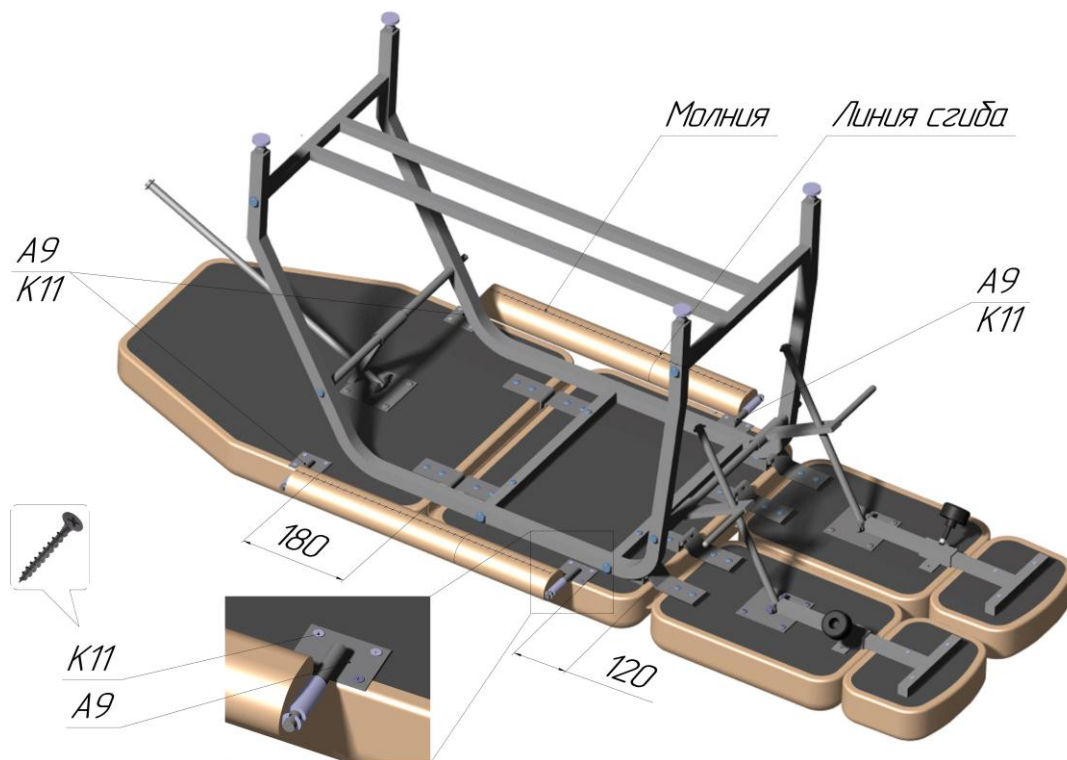

Рисунок 11
31. Установить подлокотники на сиденье, на расстоянии 120 мм от края сиденья и 180 мм от края спинки. Молния вверх, длинная сторона подлокотника обращена к спинке, короткая к сиденью. См. Рис.11.
32. Прикрепить оси петель подлокотников А9 (4 шт.) к спинке и сиденью саморезами К11 (по 4 шт.). См. Рис.11.